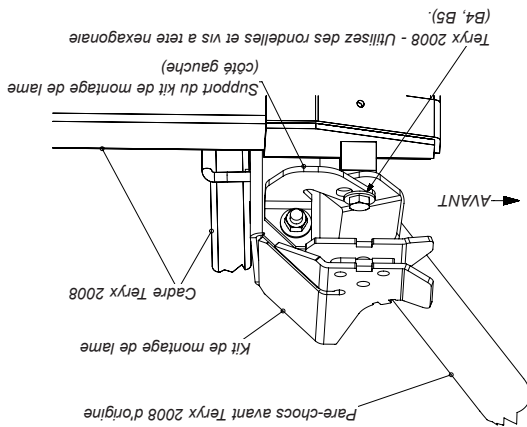

Figure 10A
10. Insérez des boulons de 10 mm, des rondelles et des espacateurs à travers le pare-chocs avant inférieur et les supports inférieurs du kit de montage de lame, puis dans le châssis. Voir figures 10A et 10B. Évitez de serrer.